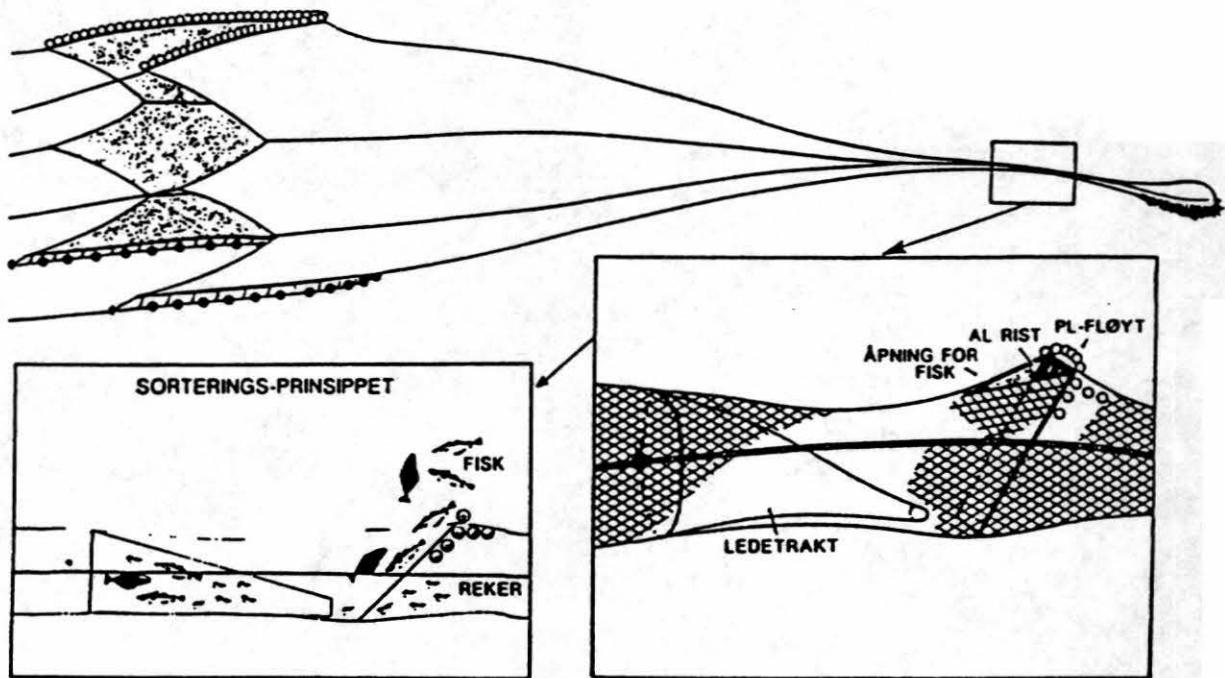

Fig.1
B. MONTERING (se fig. 1, 2 og 5).
11. Ledetunnel bør lages av polyethylen (PE) og maskevidden bør være så nært ned mot tillatt som mulig.